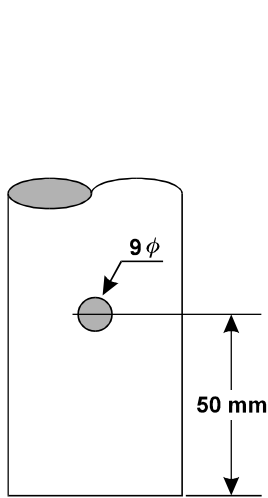

Abbildung 1
1. Bohren Sie 50 mm vom unteren Rohrende durch beide Rohrwände ein Loch mit einem Durchmesser von 9 mm (siehe Abbildung 1). Die beiden Löcher müssen exakt einander gegenüberstehen, damit sie mit den Durchführungen in den Klemmbacken übereinstimmen.